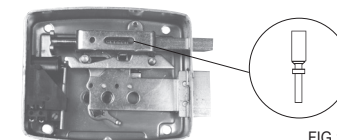

FIG. 1
- Inward right hand (1)
- Inward left hand (2)
- Outward right hand (3)
- Outward left hand (4)
- When used on light doors, remove the red pin to smoothen the closing of door fig. 1.
- Droite (1)
- Gauche (2)
- Porte droite ouverture à l'extérieur (3)
- Porte gauche ouverture à l'extérieur (4)
- Pour diminuer la résistance à la fermeture en présence de portes légères, ôter le pivot rouge fig. 1.
- Derecha interior (1)
- Izquierda interior (2)
- Derecha exterior (3)
- Izquierda exterior (4)
- Para reducir el esfuerzo de cierre, en el caso de puertas ligeras, basta retirar el perno rojo fig. 1.
- Правое внутреннее (1)
- Левое внутреннее (2)
- Правое наружное (3)
- Левое наружное (4)
- Для уменьшения усилия закрывания (на легких дверях) необходимо удалить красный штифт (рис. 1).